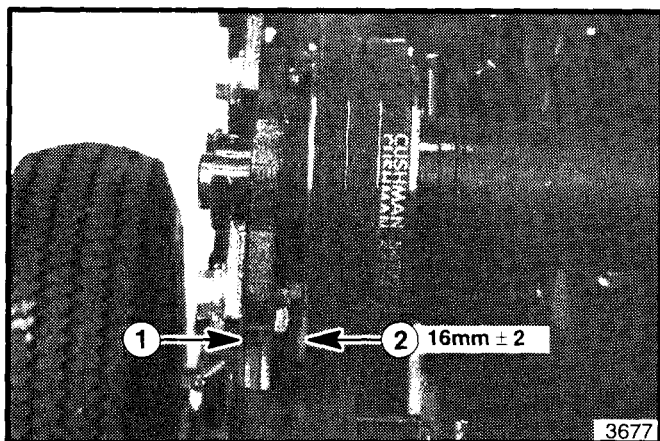

Figura 18. Allineamento della puleggia della cinghia della bobina.
13. Controllare l'allineamento della puleggia della cinghia della bobina (vedere figura 18). Se si rende necessaria una regolazione, allentare la vite di posizione della puleggia e muoverla verso l'interno o l'esterno dell'albero.